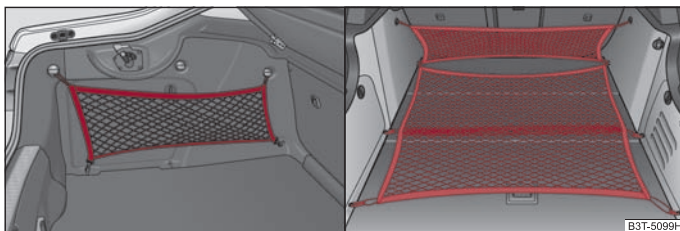
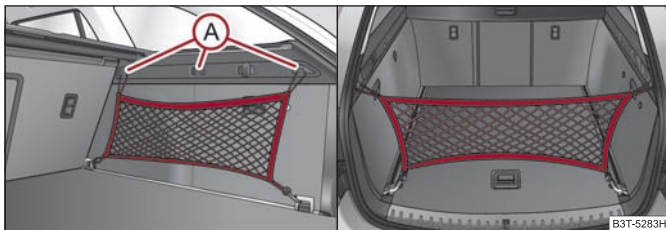

Fig. 78 Red de retención: Bolsa longitudinal, red de retención en el piso y bolsa transversal
Fig. 79 Redes de retención (Combi)
Ejemplos de sujeción de la red de retención como bolsa longitudinal izquierda ⇒ fig. 78 y ⇒ fig. 79, red de retención en el piso derecha ⇒ fig. 78 y bolsa transversal derecha ⇒ fig. 78 y ⇒ fig. 79.
Los ganchos (A) ⇒ fig. 79, en ambos lados del maletero, sirven sólo para la fijación de la red de retención. ■